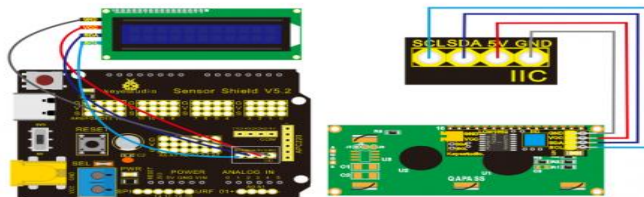

Рис. 64 – Подключение контроллера к контроллеру.
- используйте провода для подключения дисплея к плате расширения(рис.64)